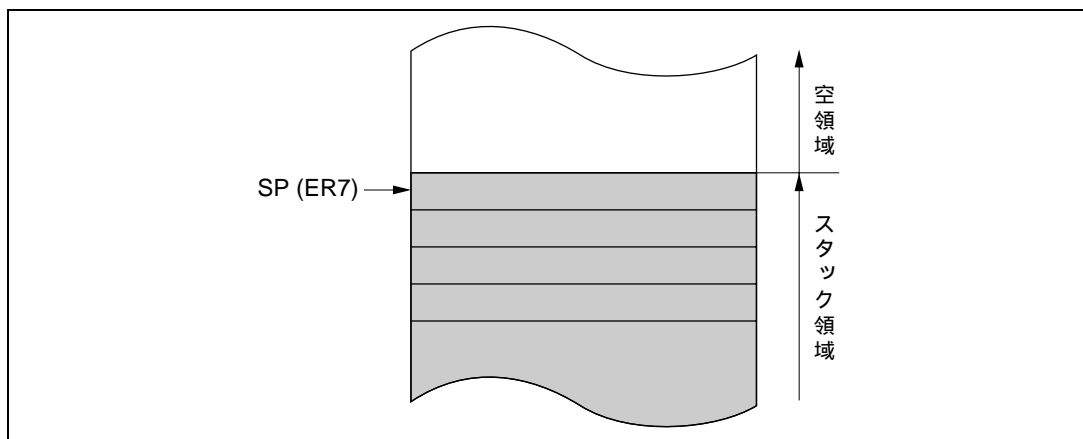

図 2.9 スタックの状態
汎用レジスタER7には、汎用レジスタとしての機能に加えて、スタックポインタ (SP)としての機能が割り当てられており、例外処理やサブルーチン分岐などで暗黙的に使用されます。スタックの状態を図2.9に示します。